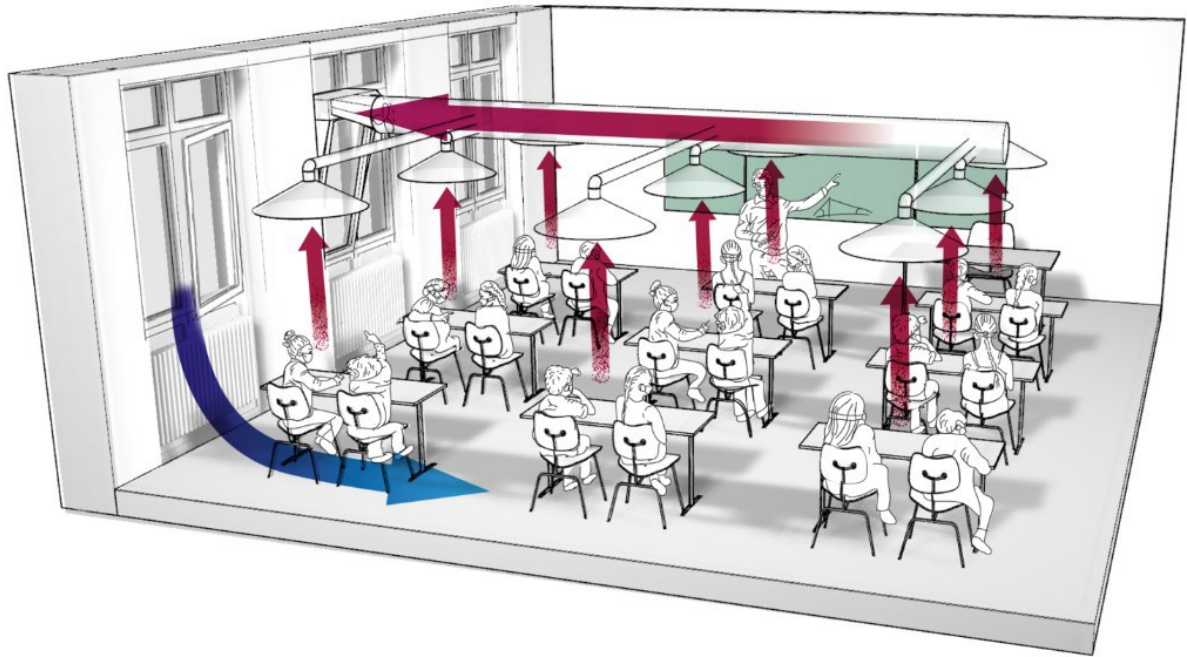

Abbildung 2: Schematische Darstellung eines Fensterlüftungssystems mit verteilter Abluftabsaugung und bodennahe Zuluft (MPIC-FLS, ventilation-mainz.de).
- Wird die Abluft mit verteilten Hauben über den Personen abgezogen, tritt zusätzlich ein Direktabsaugungs- bzw. Haubeneffekt ein. Dadurch werden Schadstoffe bzw. potentiell infektiöse Atemluftaerosolpartikel erfasst, bevor sie sich im Raum verteilen können, was die Infektionsschutzwirkung nochmals stark erhöht (Abbildung 2; Helleis et al., 2021).